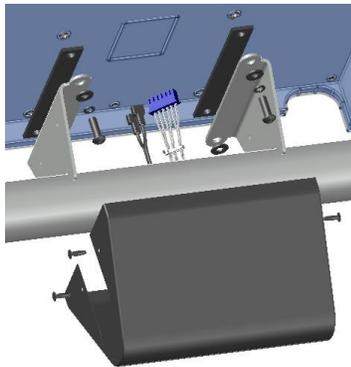

Figura 5-3
- (2) aisladores de caucho
- (4) arandelas
6. Conecte la consola a los soportes de la consola con los herrajes que se suministran en el orden que se muestra en la Figura 5-3. Asegúrese de que las almohadillas de goma estén colocadas entre la superficie de montaje de acero y la parte posterior de la consola. Ajuste los tornillos de manera uniforme.
7. Coloque la cubierta negra y alinee los orificios del lateral del soporte con los de la cubierta. Asegure la cubierta con (4) tornillos n.º 10-32.